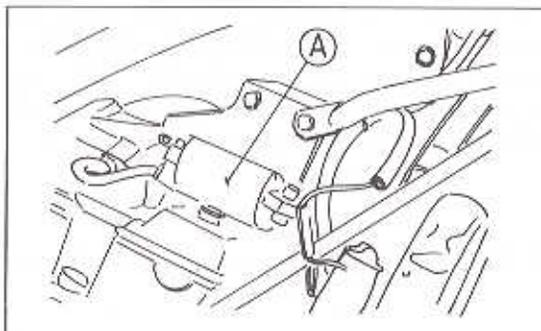

Bild 92
- Die Halterung des Treibstofftanks demontieren (Bild 92).